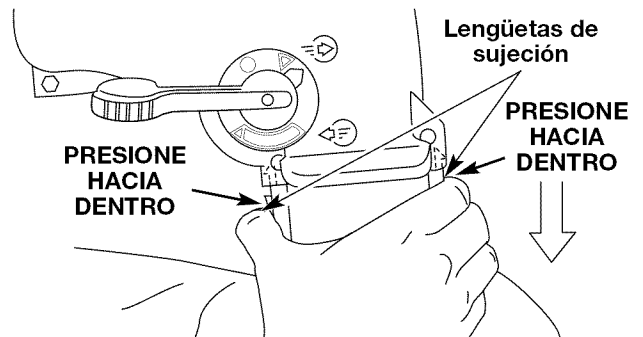

Fig. 20
1. Mientras presiona las lengüetas de sujeción a ambos lados del tubo de la bolsa del aspirador, saque la bolsa del aspirador hacia abajo de la unidad (Fig. 20).